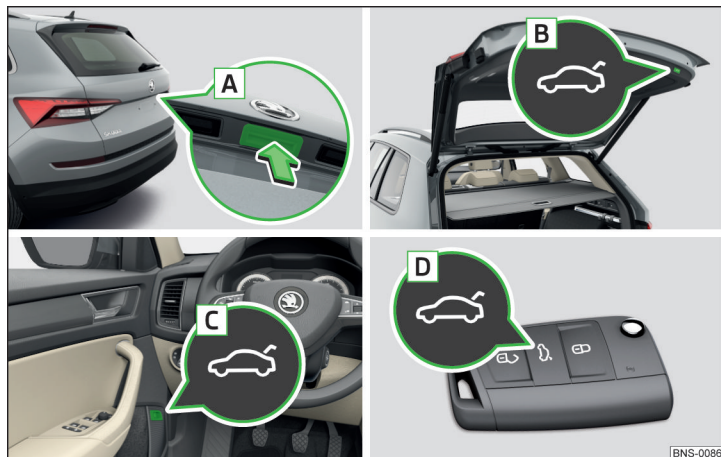

Fig. 61 Operarea capotei
- ▶ Prin apăsarea mânerului **A** » fig. 61.
- ▶ Prin apăsarea tastei **B** » fig. 61.
- Tasta **A** » fig. 61 este dezactivată la pornire, resp. începând de la o viteză de 5 km/h. După oprire și deschiderea unei portiere, butonul este activat din nou.
- ▶ Mențineți apăsat butonul **B** » fig. 61 la pagina 70, până când se emite un semnal acustic.
Capacul nu reacționează la semnalul de deschidere	Îndepărtarea unui eventual obstacol (de ex. zăpadă), redeschiderea capotei » pagina 70 Apăsarea mânerului » fig. 61 la pagina 70 și tragerea capotei înspre în sus